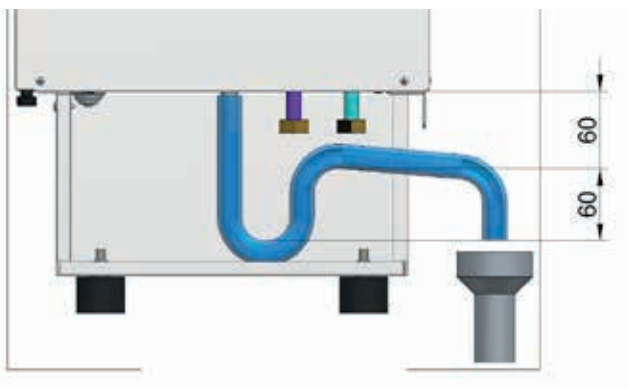

Figura 2
- Installare un adeguato sifone di scarico condensa il più vicino possibile all'unità, è necessario installare/realizzare un sifone con altezza minima come indicato in Figura 2